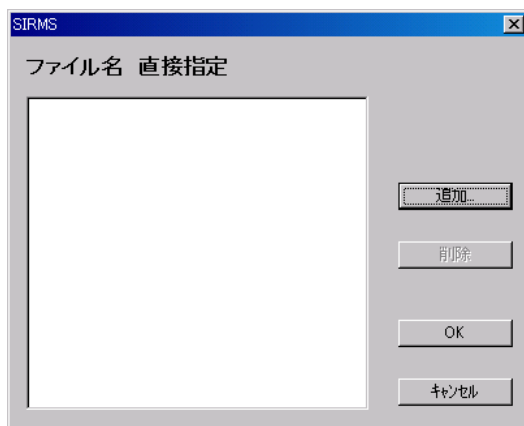

図 5-29 ファイル名指定画面(バージョン 1)
- 12 [OK]ボタンをクリックします。ファイル名指定画面(図 5-29)が起動します。